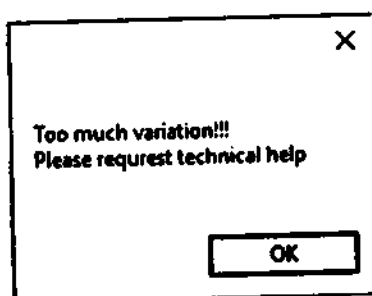

Рисунок 57
9.5.6.14 Если объем выходит за пределы допустимого диапазона, ниже будет показано сообщение о технической помощи [Рисунок 57].